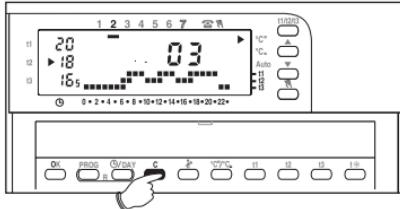

Fig. 40
- **Visualizzazione del tempo di funzionamento nelle 24 ore del giorno precedente:** premere il tasto **C** ed appariranno le ore richieste sul display (Fig. 40).